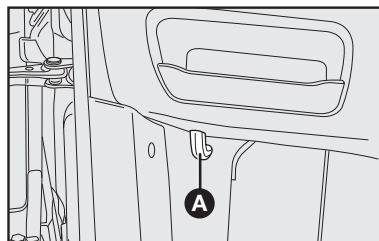

fig. 89
- 1) puxar a alavanca **A**-fig. 89.